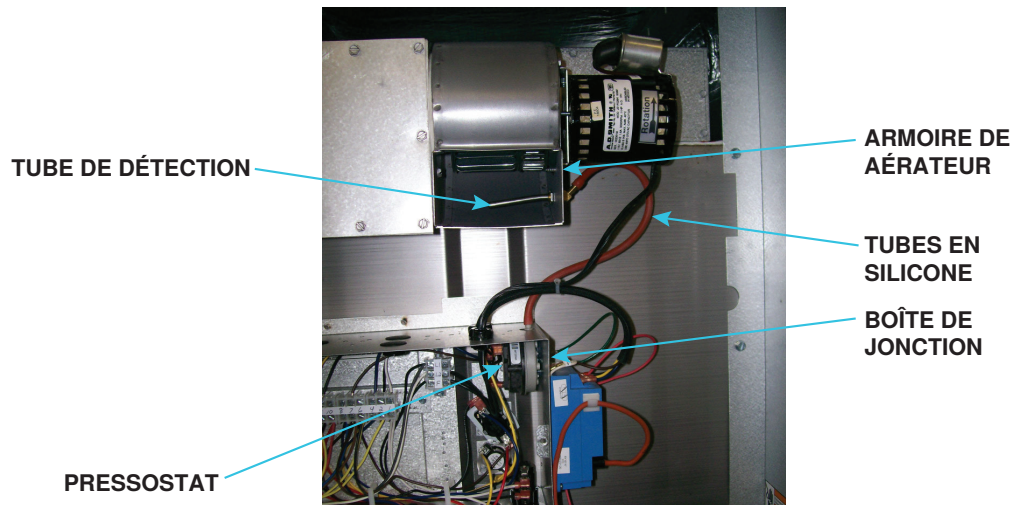

Figure 35. Emplacement du pressostat de remplacement
- (1) Débranchez les fils de l'interrupteur de voile.
- (2) Retirez les vis qui fixent l'interrupteur de voile et son support de montage, puis retirez l'interrupteur et son support du boîtier d'aérateur.
4. Installer le tube de détection de remplacement (6) :
- a. Repérez le trou où se trouvait le tube de détection d'origine (modèle RP) ou où se trouvait l'interrupteur de voile (modèle RPV) et positionnez le tube de détection de remplacement (6) à l'intérieur du boîtier d'aérateur avec l'extrémité inclinée vers le bas (voir Figure 35).
- b. Fixez le tube de détection (6) au boîtier d'aérateur à l'aide d'un contre-écrou en laiton (4) à l'extérieur du boîtier et d'un écrou à panneau hex (5) à l'intérieur du boîtier.
- a. Positionner le pressostat (2) à l'intérieur de la boîte de jonction (voir Figure 35) avec le raccord cannelé du tube sur le dessus.
- b. En utilisant le pressostat (2) comme gabarit, marquez et percez soigneusement un trou de 3/8 de pouce (minimum) dans le haut de la boîte de jonction.
- c. Avec le tube de le pressostat (2) à travers le trou dans le haut de la boîte de jonction, fixez l'interrupteur à la boîte de jonction à l'aide de deux vis à tôle (3).
6. Branchez le tube de détection (6) au pressostat (2) à l'aide d'un tube en silicone (7). Assurez-vous que les deux connexions sont bien fixées.
7. Connectez l'ensemble de câbles de remplacement (1) comme suit :
- a. Pour le modèle RP, connecter les fils existants dans la boîte de jonction au pressostat de remplacement (2) ou débrancher le câblage existant dans la boîte de jonction et effectuer des connexions identiques à l'ensemble de câbles (1).
- b. Pour le modèle RPV, débranchez et jetez le câblage de l'interrupteur de voile et effectuez des connexions identiques à l'ensemble de câbles (1).
8. Connectez les fils de la boîte de jonction au pressostat (2) comme suit : fil rouge à la terminal normalement fermée (NC), fil noir à la terminal normalement ouverte (NO), fil blanc à la terminal commune (C).